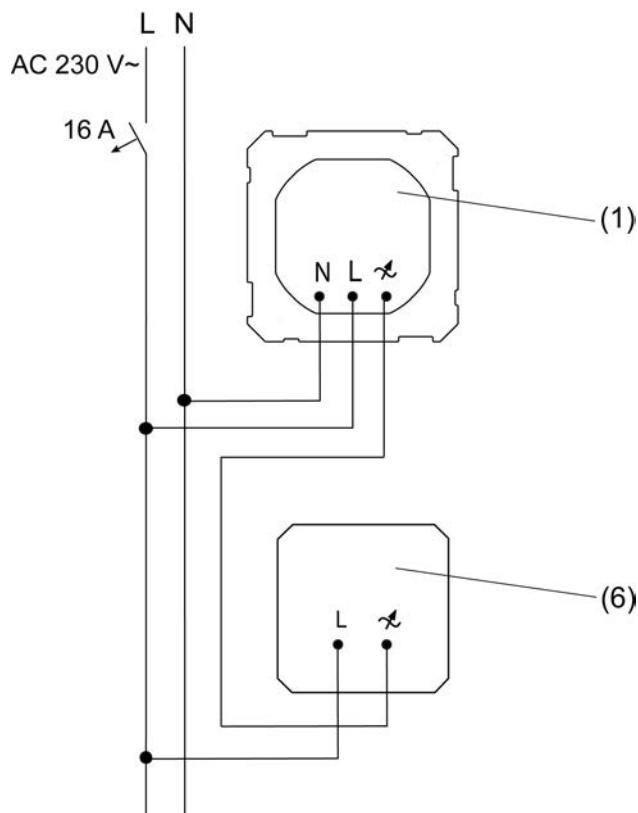
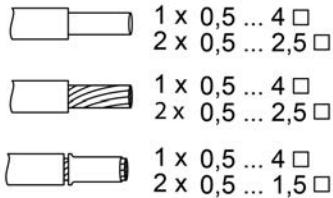

рисунок 2: Для осветительных насадок с регулированием яркости: схема подключения для двухпроводного светодиодного регулятора яркости (6)
рисунок 5: Сечение провода под клемму
-  Соблюдайте сечение провода под клемму (рисунок 5).
-  Подключение вставки Plug & Light для скрытого монтажа розетки (1) для насадок с регулируемой яркостью выполняется согласно следующим схемам подключения:
- Светодиодный регулятор света с двухпроводным подключением (6) (рисунок 2)